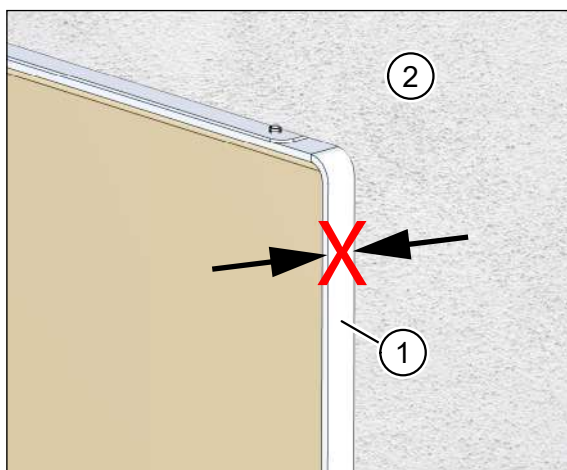

Fig. 32: La cornice intonaco sporge oltre l'intonaco
- La cornice intonaco (pos. 1 nella Fig. 32) sporge oltre l'intonaco (pos. 2 nella Fig. 32).